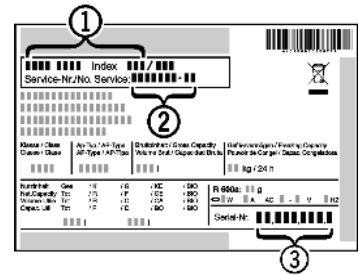

Fig. 33
- ▶ Прочетете от идентификационната табелка означението на уреда Fig. 33 (1), сервизния № Fig. 33 (2) и серийния № Fig. 33 (3). Идентификационната табелка се намира на лявата вътрешна стена на уреда.